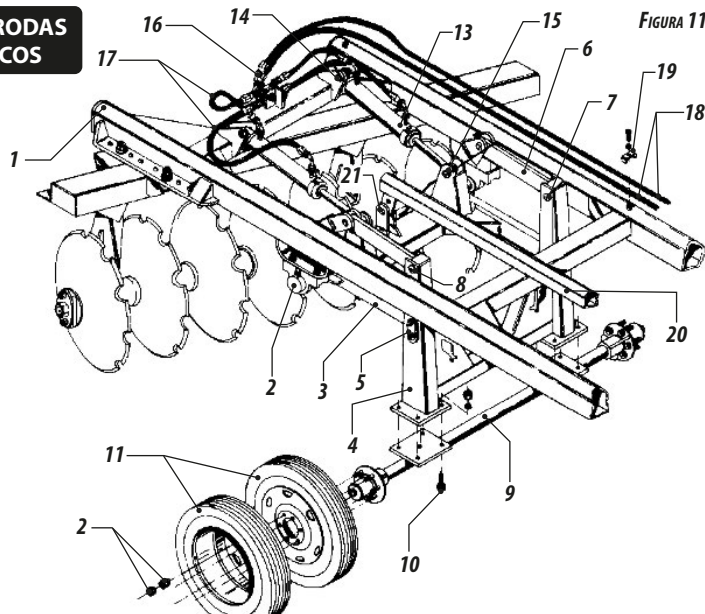

FIGURA 11
- Acoplar os cubos item 2, **figura 11**, no eixo de articulação item 3, fixar os cubos no montante item 1 com os parafusos. Colocar o suporte do eixo de articulação item 4, no eixo item 3 através dos pinos item 5 e travar com o parafuso. Colocar as chapas item 6, do suporte do eixo item 4 ao montante item 1, através do pino item 7 travando com o contrapino item 8. Fixar o eixo item 9 no suporte do eixo item 4, com os parafusos item 10.
- Fixar as rodas item 11, no eixo item 9 através das porcas item 12.
- Colocar os pistões de articulação item 13, com a base do cilindro fixada no montante através do pino item 14, e a haste fixada no eixo de articulação com o pino item 15.
- Fixar o distribuidor de óleo item 16 no montante item 1. Acoplar as mangueiras item 17 do pistão ao distribuidor. Acoplar a mangueira item 18 no distribuidor e fixá-las na armação através da braçadeira item 19, conforme figura 11.
- Colocar a barra estabilizadora item 20 no eixo de articulação item 3 através do pino item 21.